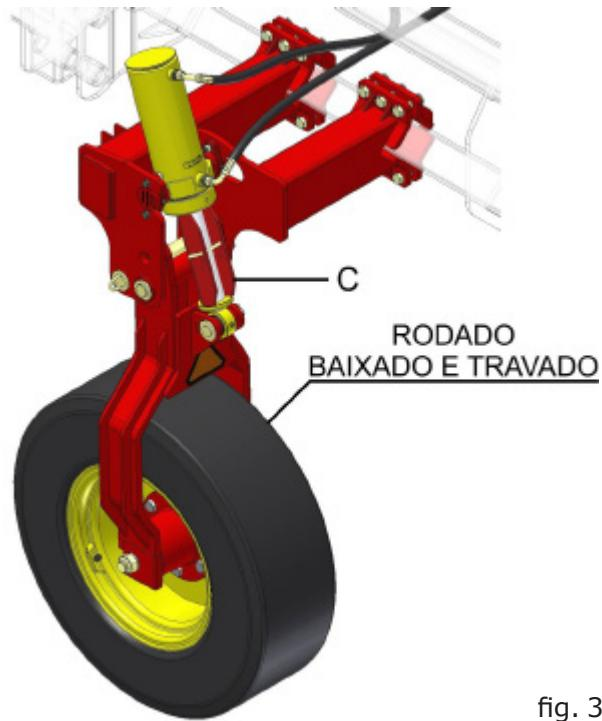

fig. 30
Trave o sistema com o pino (A) no furo superior (B). Coloque o dispositivo de segurança (C) (fig. 30) para evitar a sobrecarga nos cilindros.
Não acione os cilindros do rodado de transporte com os dispositivos de segurança (C) (fig. 30) travados.